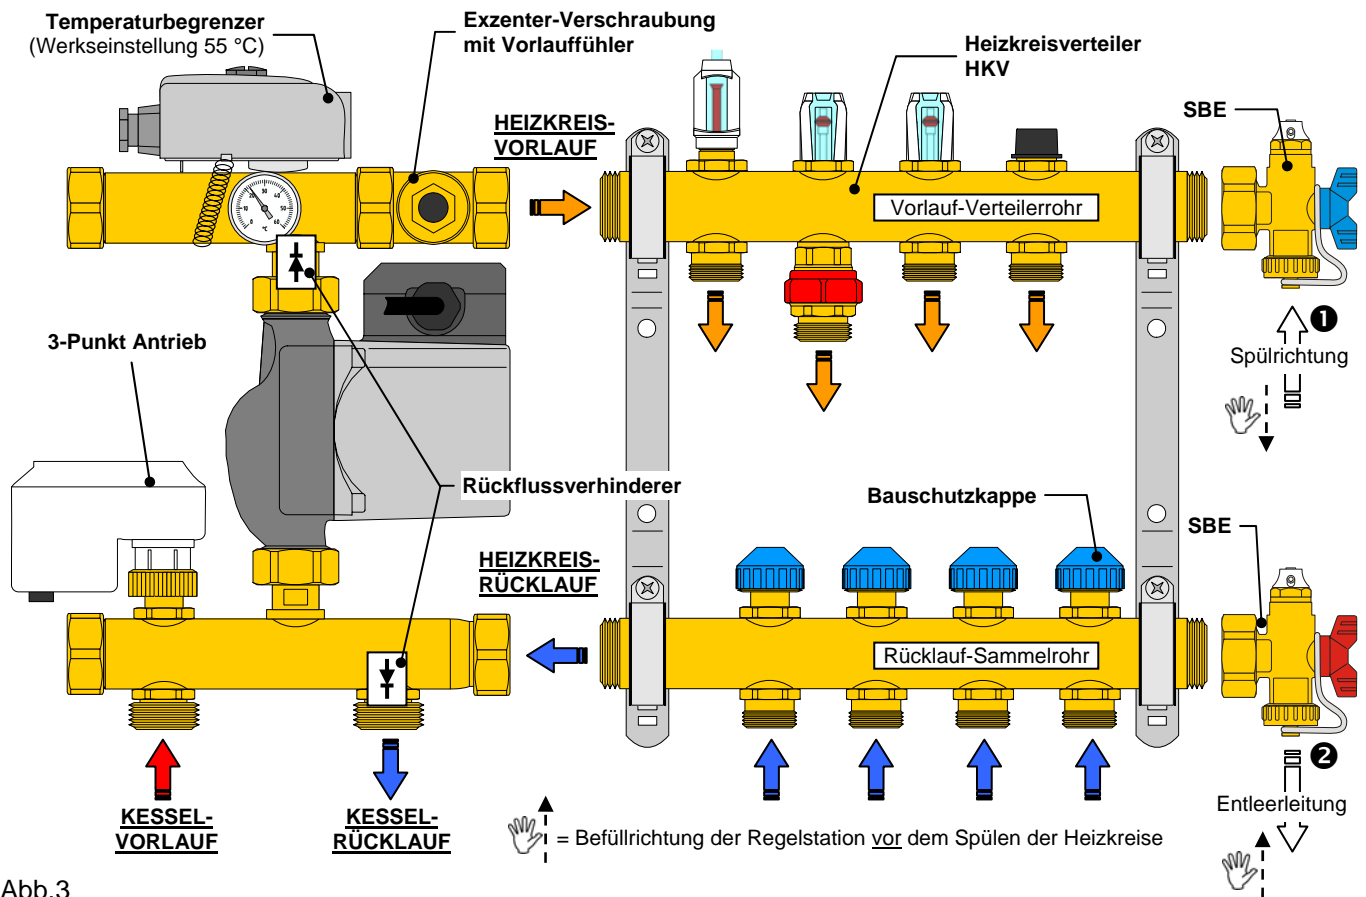
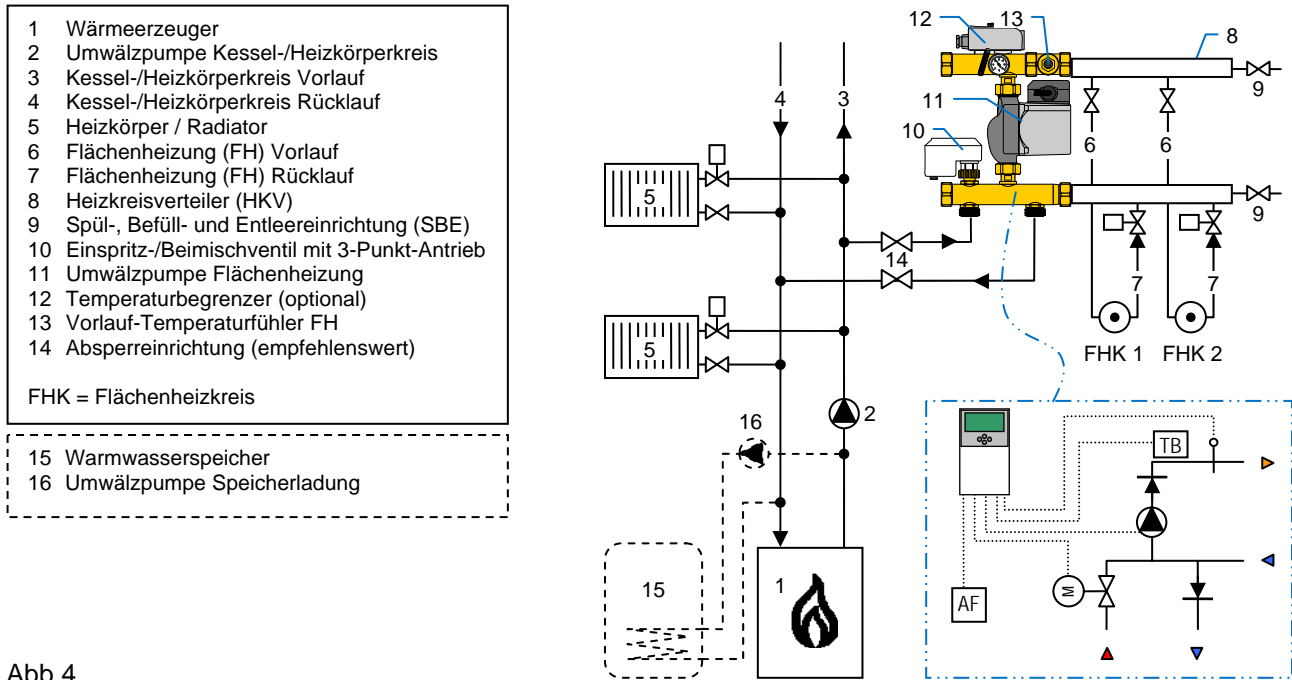

Abb.3
Abb.4
Auf richtigen Anschluss von Vorlauf und Rücklauf ist zu achten (Abb.3).
Der hydraulische Anschluss ist nach Abb.3 / Abb.4 auszuführen.
⚠ (→ Abb.3) Die Regelstation zunächst entgegen der Spülrichtung erstmalig befüllen. Dazu den Füllwasser-schlauch an den SBE Anschluss ❷ am Rücklauf des HKV anschließen. Der Absperrhahn des SBE Anschluss ❶ am Vorlauf des HKV muss offen sein. Die Regelstation langsam befüllen bis klares Wasser ohne Beimischung von Luft bei ❶ austritt. Absperrhahn bei ❷ schließen, danach Absperrhahn bei ❶ schließen.
(→ Abb.3) Spül- und Entleerleitung an die am Verteiler angebrachte SBE anschließen. Der Spülwasser-Eintritt erfolgt am SBE Anschluss ❶, der Austritt bei ❷.